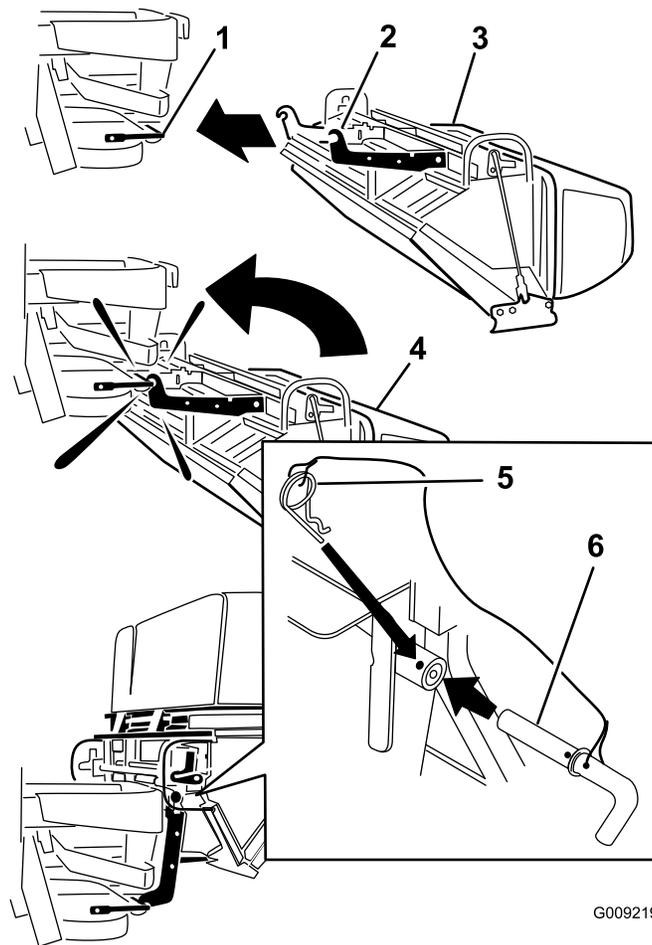

Figure 9
1. Retournez le système de ramassage, dos au sol (Figure 9).
2. Engagez les crochets sur le support de montage inférieur (Figure 9).
4. Alignez le trou du système de ramassage et le support de montage supérieur (Figure 9).
5. Insérez l'axe en place et fixez-le des deux côtés avec la goupille fendue (Figure 9).